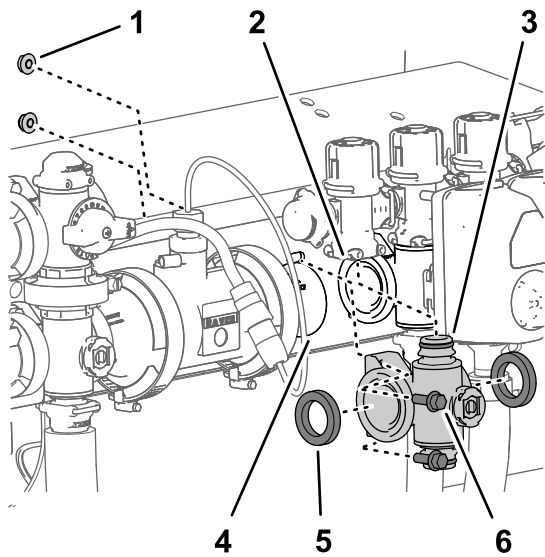

Figure 122
(1/4 po) qui fixent le collecteur au support de vannes (Figure 122).
5. Baissez le collecteur de vanne de section et les joints pour les séparer de la vanne de dérivation de section et déposez-les de la machine (Figure 122).